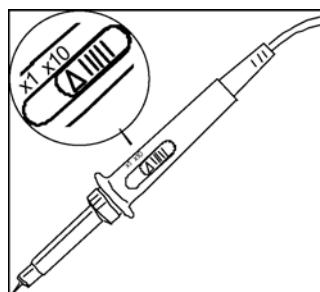

图 1-6
- ①. 用示波器探头将信号接入通道 1 (CH1): 将探头上的开关设定为 10X (图 1-6)，并将示波器探头与通道 1 连接。将探头连接器上的插槽对准 CH1 同轴电缆插接件 (BNC) 上的插口并插入，然后向右旋转以拧紧探头。